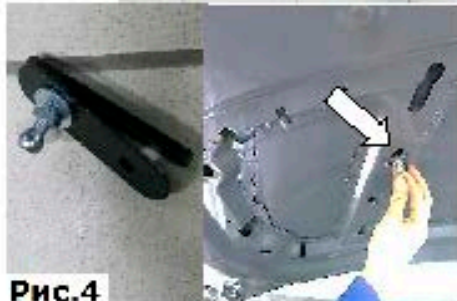

Рис.4
4. Шарнир с шайбой Б через пластину вкрутить в закладную планку на несколько оборотов. Завести собранные элементы в технологическое отверстие в капоте, (Рис.4).